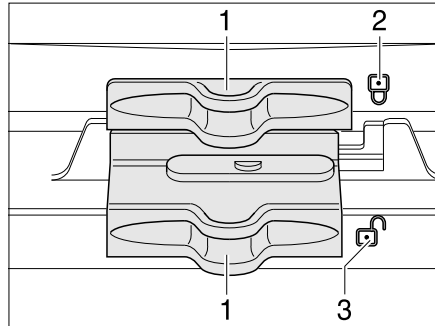

Bild 140 Verriegelung der Kühlschranktür/Frosterfachtür (Dometic 7er-Reihe mit separatem Frosterfach)
- Verriegelung (Bild 140,1) zur Seite schieben, so dass das offene Schloss "🔓" (Bild 140,3) sichtbar ist.
- Verriegelung (Bild 140,1) zur Seite schieben, so dass das geschlossene Schloss "🔒" (Bild 140,2) sichtbar ist.